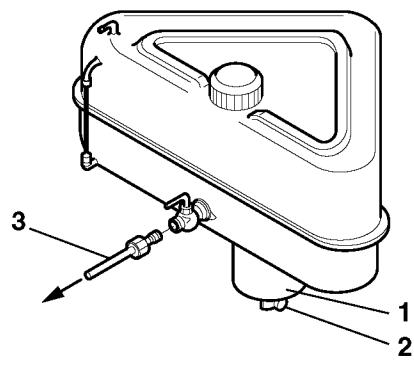

Figure 1
1. Placez un récipient sous le robinet de vidange (Figure 1, (2)) pour récupérer le carburant.